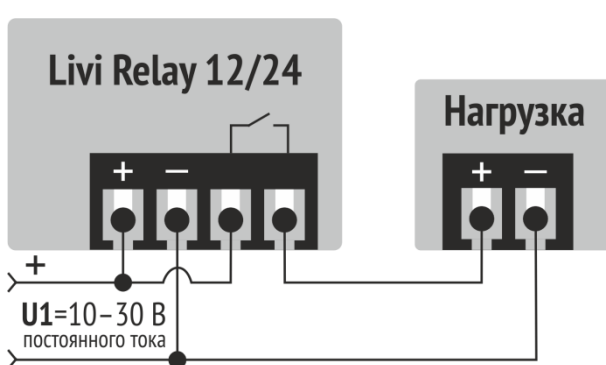
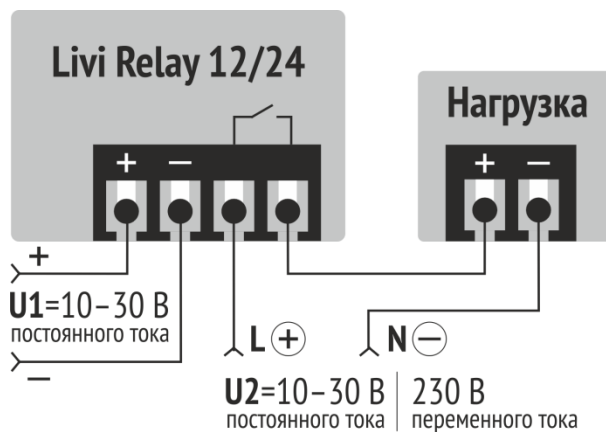

Рисунок 7.1 – Схема подключения к одному источнику бесперебойного питания
Рисунок 7.3 – Схема подключения к разным источникам питания
1. Подключите источник бесперебойного питания от 10 до 30 В к клеммам реле в соответствии с одной из схем, приведенных далее (см. рисунок 7.1 – рисунок 7.3).